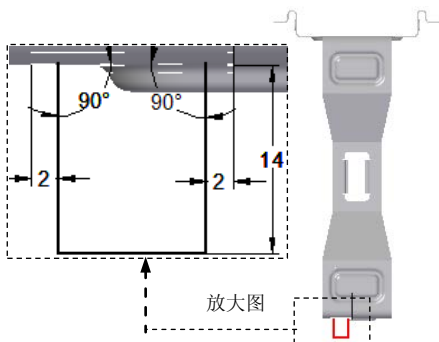
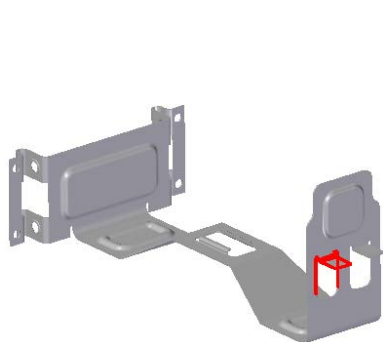

图 8.11.69 编辑草图
图 8.11.70 镜像特征 6
(4) 定义弯边尺寸。单击“轮廓步骤”按钮, 编辑草图尺寸如图 8.11.69 所示, 单击按钮, 退出草图绘制环境。
(5) 定义弯边属性及参数。单击“弯边选项”按钮, 取消选中 ☐ 使用默认值* 复选框, 在其“折弯半径(R)”文本框中输入值 0.5; 选中 ☒ 折弯止裂口(L) 复选框和 ☒ 圆形(R) 单选项, 取消选中 ☐ 使用默认值(L)* 复选框, 在“深度(D)”文本框中输入值 0.5; 取消选中 ☐ 使用默认值(L)* 复选框, 在“宽度(W)”文本框中输入值 2.0; 单击按钮。
(6) 单击按钮, 完成特征的创建。
Step33. 创建图 8.11.70 所示的镜像特征 6。